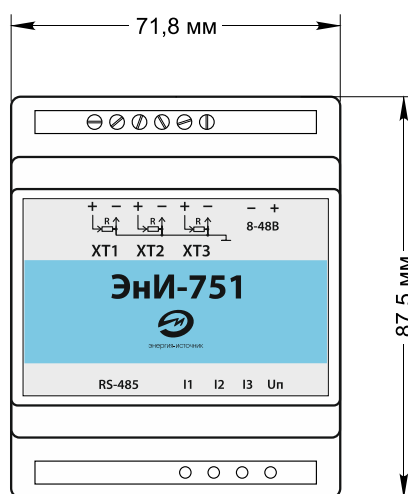

Рисунок 1 – Внешний вид и габаритные размеры ЭНИ-751
2.17 ЭНИ-751 монтируется на DIN-рейку. После чего необходимо осуществить подключение источников тока к разъемам XT1...XT3 (Рисунок 1), соблюдая полярность, а также подключить кабель сети интерфейса RS-485 в соответствии с рисунком 2.